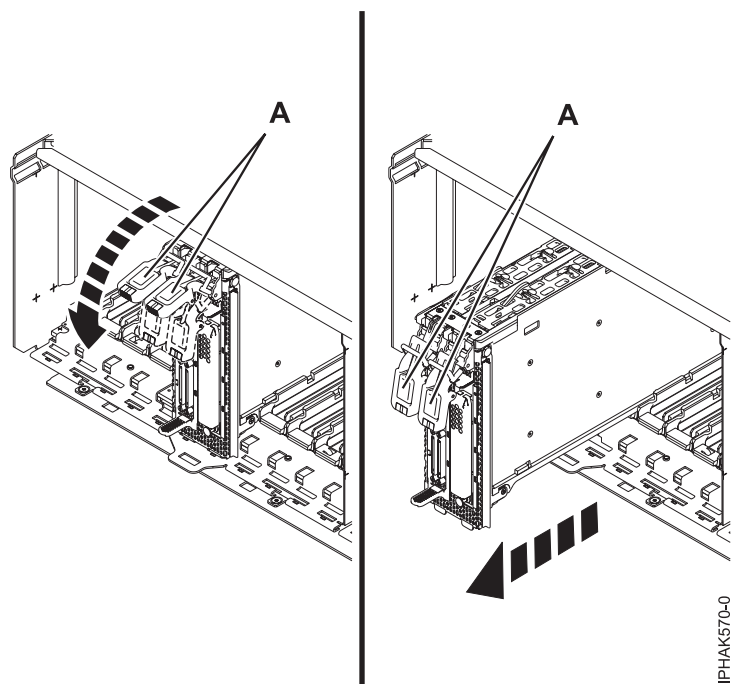

Figura 66. Extracció del conjunt del casset de la unitat d'expansió d'E/S
- a. Assegureu-vos que els braços de bloqueig (A) estan abaixats, tal com es mostra a la Figura 66 a la pàgina 81.
- c. Desplaceu amb compte el conjunt del casset fins que surti completament de la unitat d'expansió d'E/S. Consulteu Figura 66 a la pàgina 81.